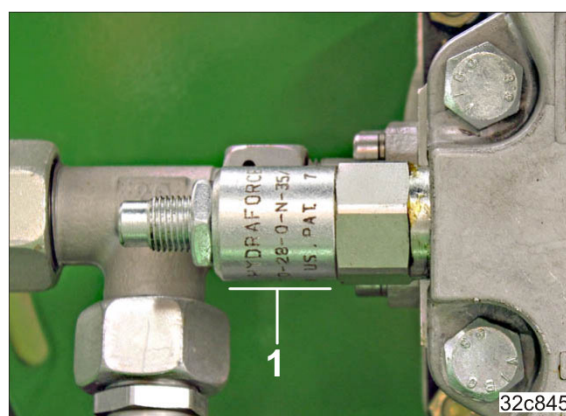

Bild 168
- 2.1 Tryckbegränsningsventil med rund ytterkontur (Bild 168/1)